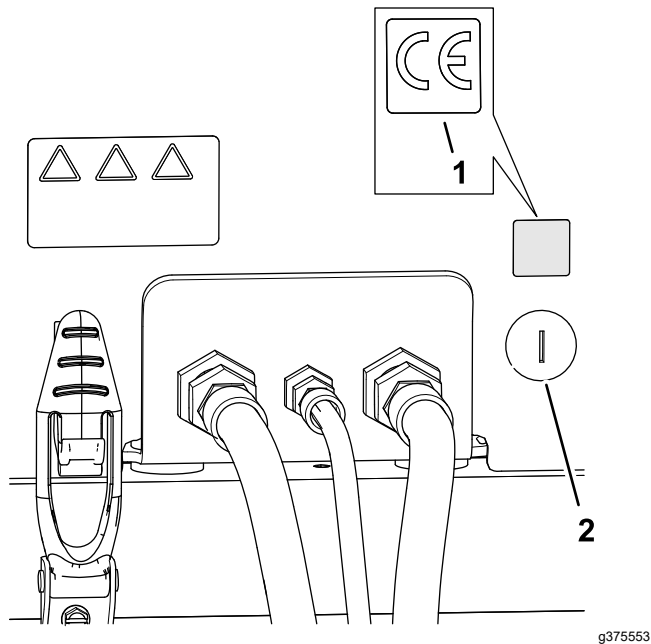

Figura 37
- Folosii alcool sanitar i o lavetă curată pentru a curăa zona capotei din apropierea clichetului capotei i lăsa capota să se usuce (Figura 37).